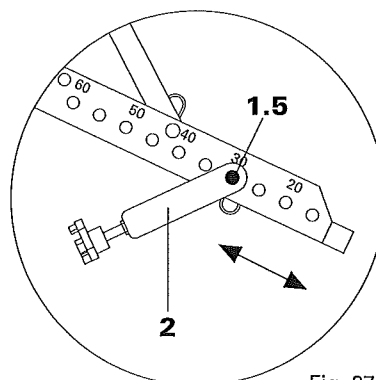

Fig. 27
4. Inserire i dispositivi di serraggio **2** in base alla nuova dimensione della sezione del pilastro (fig. 27).